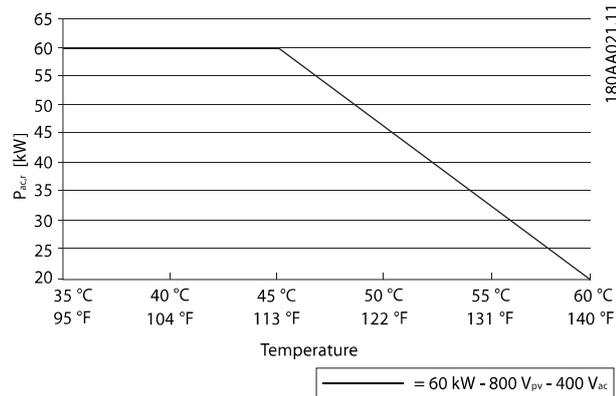

Abbildung 2.7 Die Leistungsreduzierung als Funktion der internen Übertemperatur
- Leistungsbegrenzung von der internen temperaturbedingten Leistungsreduzierung. Eine temperaturbedingte Leistungsreduzierung weist auf eine zu hohe Umgebungstemperatur, einen verschmutzten Kühlkörper, einen blockierten Lüfter oder Ähnliches hin. Informationen zur Wartung finden Sie in der *MLX-Installationsanleitung*. Die Werte in *Abbildung 2.7* sind unter Nennbedingungen $\cos(\varphi) = 1$ gemessen.